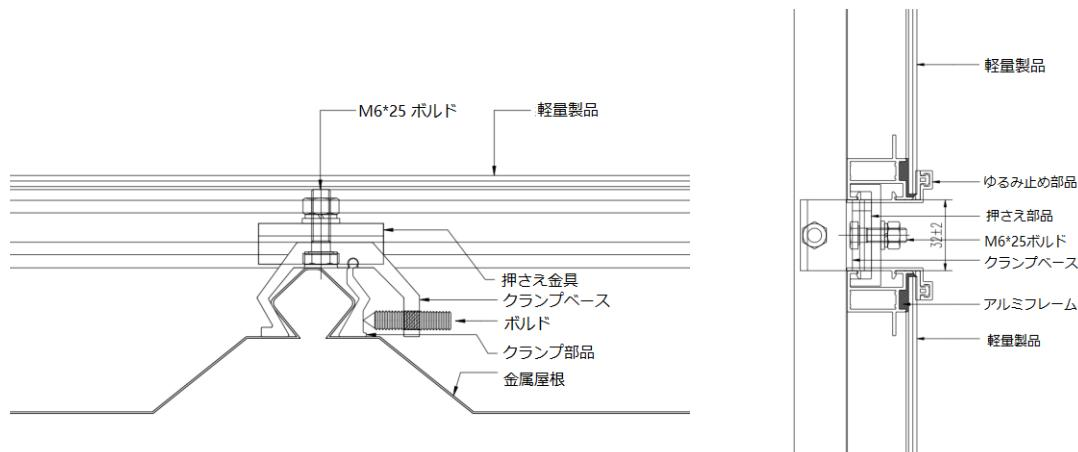

図 9
- 同じ方法で、電動ドライバーを使用して、押さえ金具を2枚の製品間の3つのクランプベースに接続し、最後に製品上部の1列の押さえ金具を取り付けます(図9)。
- 最後に、最初の列の取り付けが完了した後、同じ方法で他の製品を取り付けてください。全ての製品の取り付けが完了するまで続けます。(図9)